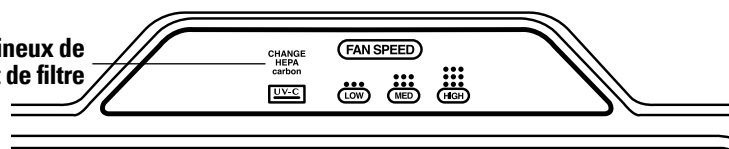

Figure 3
1. l'indicateur lumineux de remplacement de filtre s'allume sur le panneau de commande (figure 3);